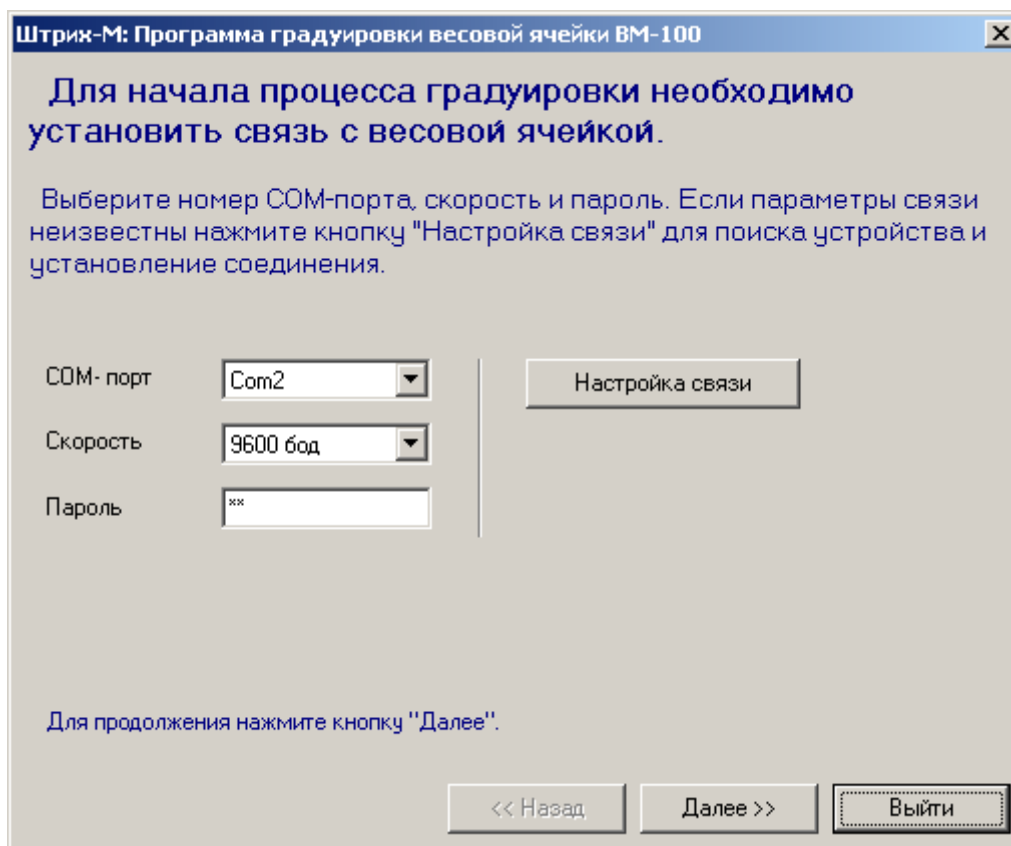

Рисунок 14
5. После запуска программа градуировки попросит установить номер COM-порта, скорость и пароль для осуществления соединения с весовой ячейкой (см. Рисунок 14). Обычно эти параметры уже установлены при производстве весов и следует просто нажать клавишу «Далее», ничего не меняя в полях ввода. Если же при текущих параметрах установить соединение не удастся, то следует нажать кнопку «Настройка связи», в открывшемся окне «Настройка свойств» нажать кнопку «Поиск оборудования» и в окне «Поиск оборудования» нажать кнопку «Начать поиск» (см. Рисунки 15 и 16). После этого программа градуировки начнет перебор доступных COM-портов и скоростей соединения, пока не обнаружит наличие весового модуля. В случае обнаружения программой весового модуля следует щелкнуть левой кнопкой мыши по строчке с найденным устройством, окно поиска при этом закроется. В окне настройки свойств еще раз нажать кнопку «Проверка связи», чтобы убедиться в наличии соединения с весовым модулем. Далее нажмите кнопку «ОК» в окне «Настройка свойств», после этого окно настройки свойств драйвера закроется. После этого в окне программы градуировки ВМ нажмите кнопку «Далее». Отобразится окно, показанное на рис. 11.